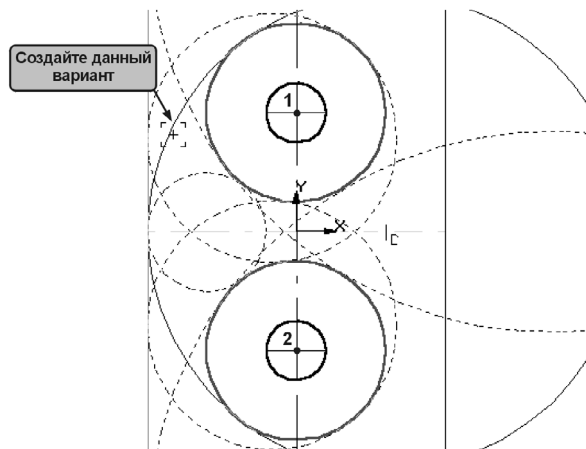

Рис. 29.12. Построение касательной окружности
6. Сделайте текущим вариант, показанный на рис. 29.12.